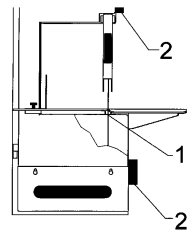

Abb. 7.8.1
7.8. - Reinigung der Messerschaberdübel (Abb. 7.8.1)